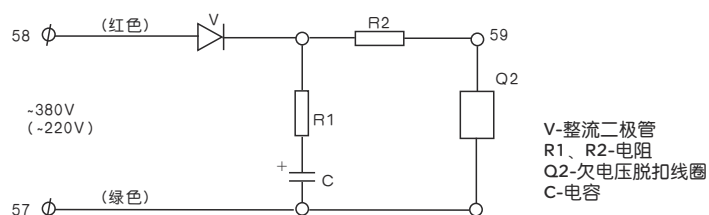

图9 欠电压延时脱扣器原理图
□ 欠电压延时脱扣器它采用阻容放电原理(见图9),由电阻、电容、硅二极管组成半波整流,当网络电压为正常值时(85%-110%) U_e ,经过整流后电源一方面对电容C充电,另一方面给欠电压线圈正常吸合电压,当电源电压为70% U_e -35% U_e 时,电容C对线圈放电,使欠电压线圈在给定的时间内吸合,以保证欠电压脱扣器延时将断路器断开。这种欠电压延时脱扣器为不可调试。